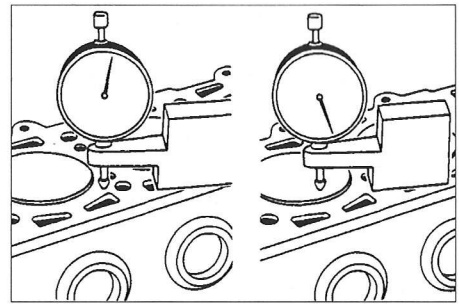

Fig. 19
- Montar os conjuntos biela-êmbolo, tendo o cuidado de colocar o número do cilindro a que pertence a biela, do lado oposto à bomba de injeção. Controlar a saliência dos êmbolos (Fig. 19).